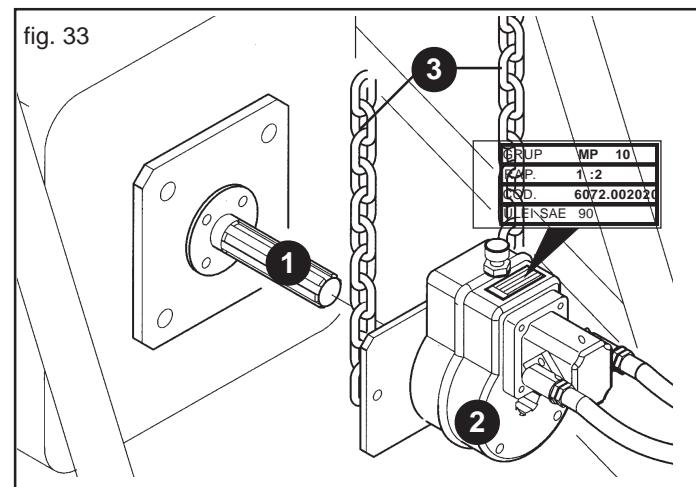

fig. 33
Cu motorul oprit si cu tractorul blocat, cuplati corect toate atasurile rapide. Curatati si lubrifiati priza de forta a tractorului (1, Fig. 33). Cuplati multiplicatorul (2) in priza de forta a utilajului ca si in Figura 33. Verificati cuplarea corecta, blocati rotatia multiplicatorului cu lanturile din dotare (3) prinzandu-le de o parte fixa a tractorului.